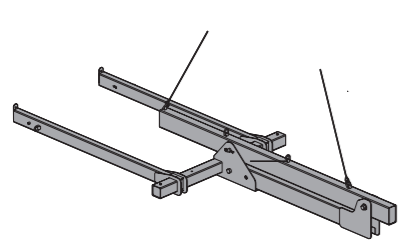

Fig. 5.1 (vue schématique)
- Le palonnier doit être accroché aux deux points d'élingage extérieurs (A) et (F) (Fig. 5.1).